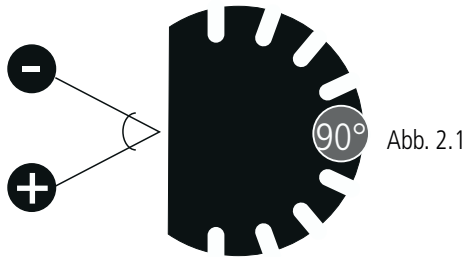

Abb. 2.1
3. Zum Fixieren des Auslegers lassen Sie den Sperrstift (Abb. 2.1) los. Achten Sie darauf, dass er durch eine Einstellkerbe greift (z.B. wie Abb. 2.2). Rütteln Sie leicht am Ausleger, um das Einrasten des Sperrstifts zu prüfen.